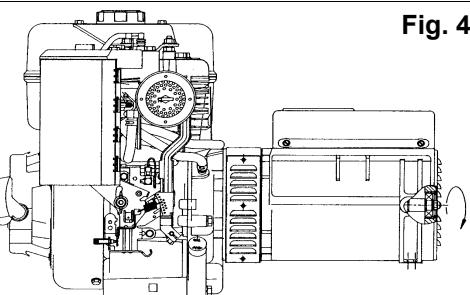

Fig. 4
-) Bloccare il tirante centrale applicando una coppia di serraggio pari a $21\pm7\%$ Nm se si impiegano tiranti N8-5/16 24 UNF, mentre, se si impiegano tiranti M14x1.5, applicare una coppia di serraggio pari a $120\pm7\%$ Nm; rimontare le retine di protezione laterali applicando sulle viti M5 una coppia di serraggio pari a $3.5\pm7\%$ Nm e chiudere la griglia di chiusura posteriore con le viti autofilettanti 3.5x9.5 (fig. 4).
-)Block the central stay rod, applying a tightening torque of $21\pm7\%$ Nm if you are using stay rods of N8 5/16 24 UNF, while if you are using M14x1.5 stay rods, apply a tightening torque of $120\pm7\%$ Nm; remount the lateral protection nets, applying a tightening torque of $3.5\pm7\%$ Nm on the M5 screws and close the closure grid with selfthreading screws 3.5x9.5 (fig. 4).
-) bloquer le tirant central en appliquant un couple de serrage égal à $21\pm7\%$ Nm si on utilise des tirants N8-5/16 24 UNF, alors que si on emploie des tirants M14x1.5, il faut appliquer un couple de serrage égal à $120\pm7\%$ Nm ; remonter les grillages de protection latéraux en appliquant sur les vis M5 un couple de serrage égal à $3.5\pm7\%$ Nm et fermer la grille de clôture postérieure avec les vis autotaraudeuses 3.5x9.5 (fig. 4).
-) Die zentralen Stellschraube mit einem Drehmoment von $21\pm7\%$ Nm blockieren, sollten N8-5/16 24 UNF Schrauben verwendet werden, während bei der Verwendung von M14x1.5 diese mit einem Drehmoment von $120\pm7\%$ Nm anziehen; die seitlichen Schutznetze mit einem Drehmoment von $3.5\pm7\%$ Nm der Schrauben M5 wieder montieren und den hinteren Schutzaufgrill mit 3.5x9.5 Schrauben schließen (Abb. 4).
-) bloquear el tirante central aplicando una pareja de cierre igual a $21\pm7\%$ Nm si se emplean tirantes N8-5/16 24 UNF, mientras, si se emplean tirantes M14x1.5, aplicar una pareja de cierre igual a $120\pm7\%$ Nm; reensamblar las retinas de protección lateral aplicando sobre los tornillos M5 una pareja de cierre igual a $3.5\pm7\%$ Nm y cerrar la rejilla de cierre posterior con los tornillos autorroscantes 3.5x9.5 (fig. 4).